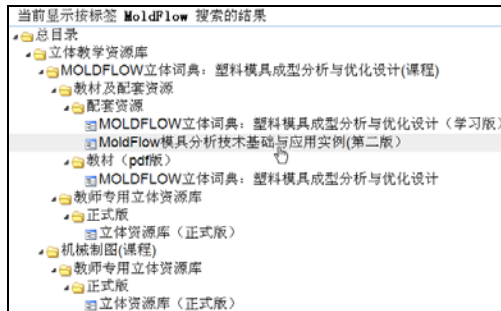

图 3
(5) 在打开的资源库列表中双击 “Moldflow 模具分析技术基础与应用实例(第二版)” (如图 3 所示), 即可打开立体词典和实例进阶多媒体语音教程的下载页面。